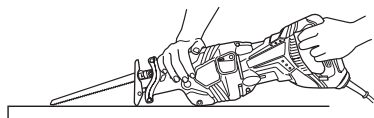
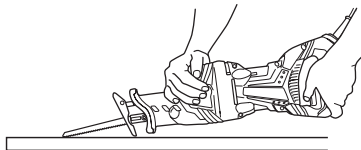

Fig. 24
Fig. 25
Avec cet outil, il est possible d'effectuer des coupes de poche dans des panneaux de contreplaqué et des panneaux de bois mince. La coupe de poche s'effectue en toute facilité avec la lame installée à l'envers, comme indiqué aux Fig. 25, 27 et 29. Utiliser une lame aussi courte et épaisse que possible. Il est recommandé d'utiliser la lame BIMETAL No.132 mentionnée dans la page 35. Procéder avec précaution pour effectuer la coupe de poche et observer les procédures suivantes.
- (1) Appuyez la partie inférieure (ou la partie supérieure) du socle contre le matériau. Tirer sur la gâchette tout en maintenant l'extrémité de la lame éloignée du matériau. (Fig. 24, Fig. 25)